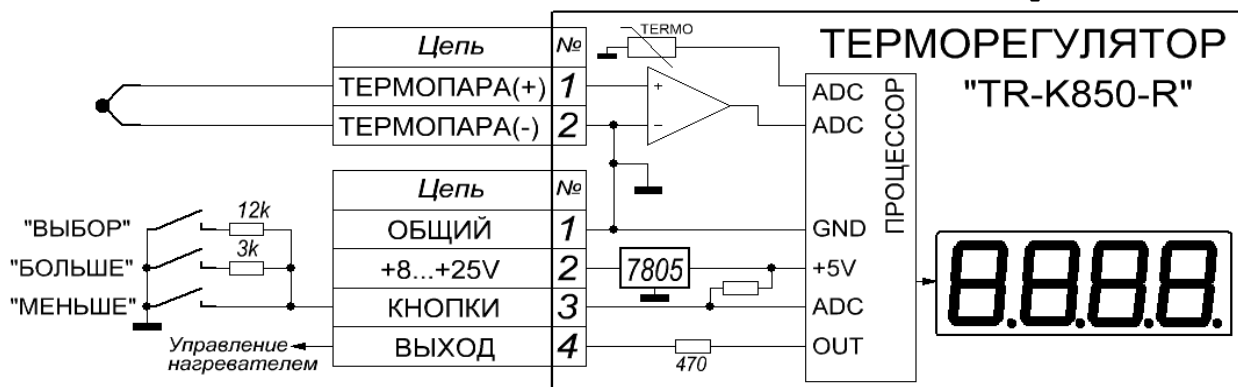

Рис.1 Схема внешних соединений
### ПОРЯДОК ВКЛЮЧЕНИЯ (смотрите схему рис.1)
4. Для задания температуры и гистерезиса к модулю необходимо подключить кнопки по рис.1 (блок питания и реле PSR-12 содержит такие кнопки!). Для задания температуры достаточно двух кнопок. Кнопка «Выбор» нужна только для изменения величины гистерезиса и может подключаться технологом временно.